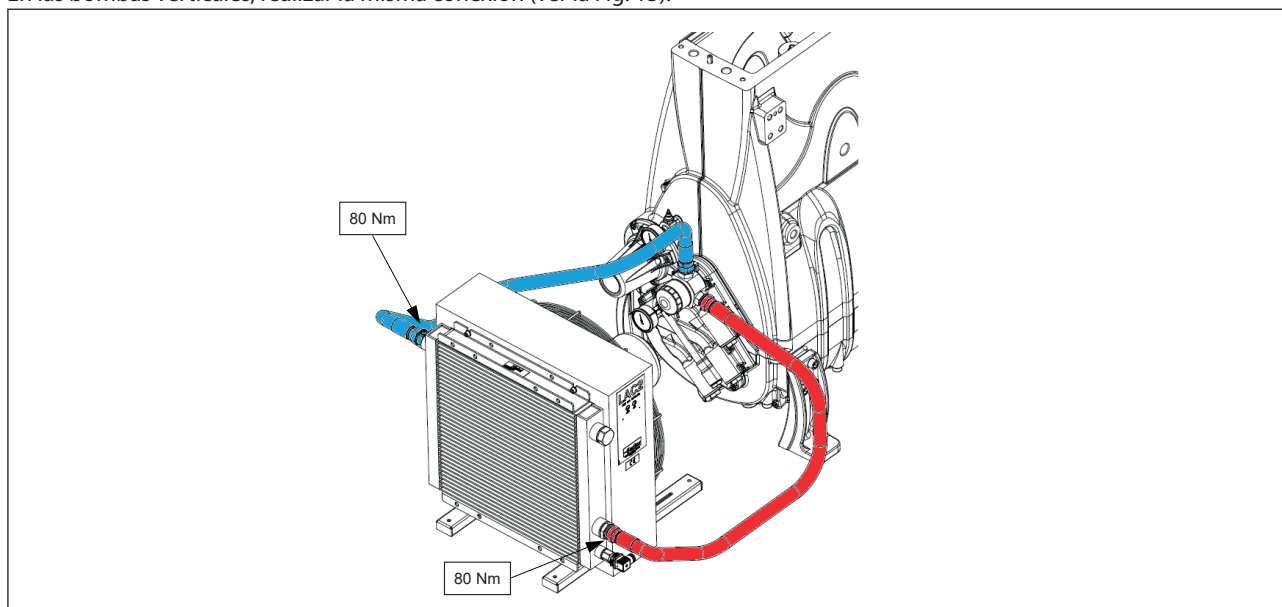

Fig. 15
2. Conectar el primer tubo con el codo de 90° al racor situado en la entrada del intercambiador, situado en su lado inferior (ver la fig. 15). Apretar con un par de apriete de 80 Nm.
En las bombas verticales, realizar la misma conexión (ver la Fig. 15).